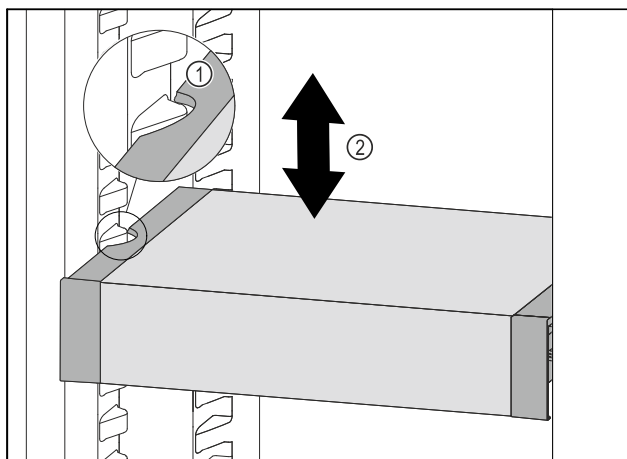

Fig. 35
- ▶ Træk VarioSafe fremefter, indtil udsparingerne i siden på VarioSafe er på niveau med beholderribben i kølesektionen, Fig. 35 (1)
- ▶ Flyt VarioSafe op eller ned i kølesektionen, indtil den ønskede højde er nået, Fig. 35 (2)